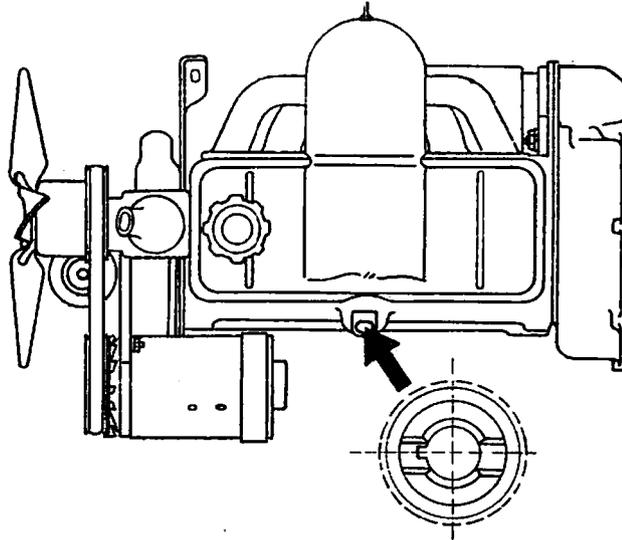

Abb. 32. Richtiger Einbau des Ölpumpenantriebes
19. Das Abtriebszahnrad der vorher zusammengebauten Ölpumpe wird in die Verzahnung der Nockenwelle eingerückt. Der am Abtriebszahnrad angebrachte Einschnitt muß derart gestellt werden, daß er zur Achse des Motors annähernd parallel steht. Wir machen darauf aufmerksam, daß dieser Einschnitt nicht genau in der Achse des Zahnrades, sondern exzentrisch angebracht ist. Seine Achse muß unter Berücksichtigung des späteren Einbaues des Zündverteilers von der Achse des Zahnrades aus dem Motor heraus gerichtet liegen (Abb. 32), wobei allerdings der Kolben des ersten Zylinders in der oberen Totpunktlage beim Verdichtungshub stehen muß. Die Ölpumpe wird festgezogen und gesichert, der Saugkorb wird anmontiert und festgezogen. Nach dem Festziehen werden die Schrauben gleichfalls gesichert.